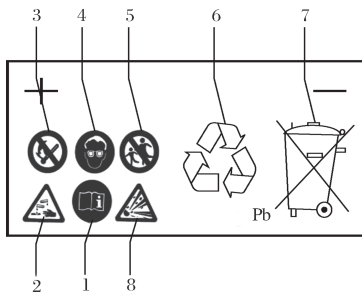

图 2-12
(1) 蓄电池充、放电终了有哪些明显特征?
(2) 在测量蓄电池开路电压前,为什么要消除表面电荷?
(3) 如何正确使用折射仪?
(4) 查阅资料,说出图 2-12 各标号的含义: